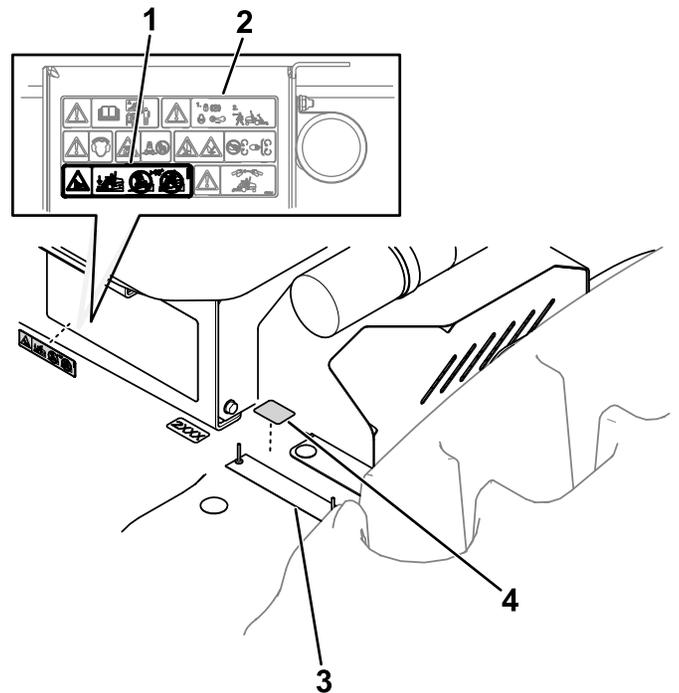

Figure 14
2. Apposez l'autocollant approprié près de la plaque du numéro de série, comme montré à la Figure 14.
3. À apposer à l'emplacement prévu sur l'autocollant de sécurité, comme montré à la Figure 14.
**Important:** Assurez-vous que les surfaces d'application montrées ici Figure 14 sont propres et sèches, avant d'apposer les autocollants.